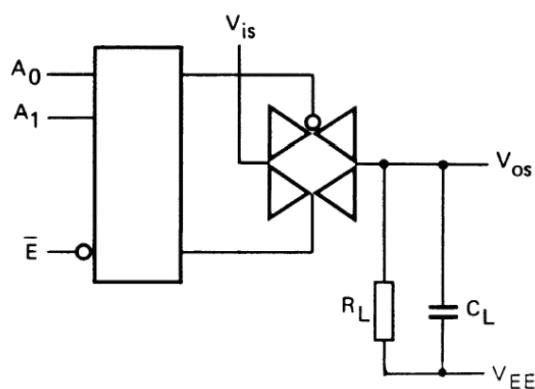

图 3
1.  $R_L=10K\Omega$  到  $V_{EE}$ ;  $C_L=50pF$  到  $V_{EE}$ ;  $E = V_{SS}$ ; Vis= $V_{DD}$  (方波); 如图 3 所示
时 Vis= $V_{EE}$ ,  $R_L$  到  $V_{DD}$ , 如图 3 所示
3.  $R_L=10K\Omega$ ;  $C_L=50pF$  到  $V_{EE}$ ;  $E = V_{DD}$  (方波); 测量  $t_{PHZ}$  和  $t_{PZH}$  时, Vis= $V_{DD}$ ,  $R_L$  到  $V_{EE}$ ; 测量  $t_{PLZ}$  和  $t_{PZL}$  时; Vis= $V_{EE}, R_L$  到  $V_{DD}$ ; 如图 3 所示
6.  $R_L=10K\Omega$  到  $V_{EE}$ ;  $C_L=15pF$  到  $V_{EE}$ ;  $E$  或  $A_n=V_{DD}$  (方波); 干扰是  $|Vos|$  (峰值); 如图 3 所示